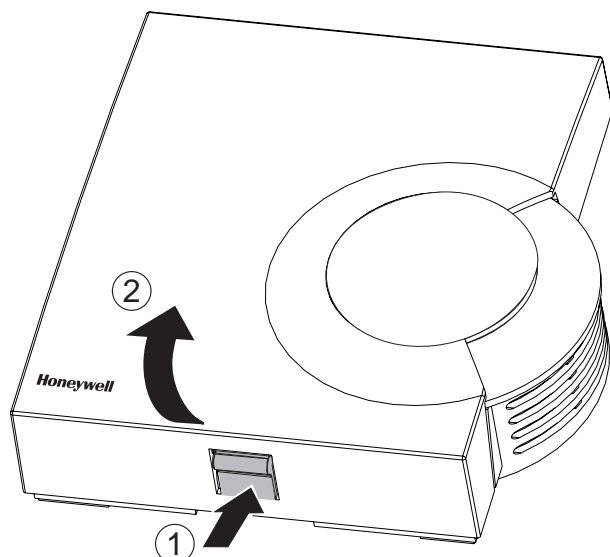

Fig. 2. Démontage du couvercle du boîtier
- ▶ Enlever le couvercle du boîtier du T7270A2001 / T7270A2019 (voir Fig. 2).
- Enlever le couvercle du boîtier (voir Fig. 2).